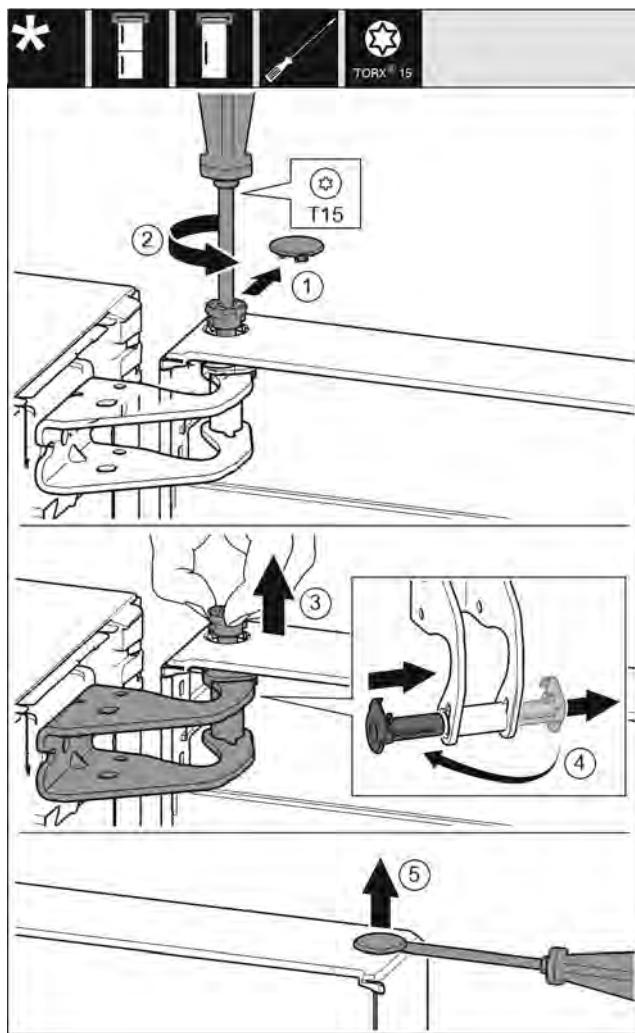

Fig. 11
- Осторожно снимите предохранительную крышку. Fig. 11 (1)
- Немного выкрутите палец отверткой T15. Fig. 11 (2)
- Удерживая дверь, извлеките палец вручную. Fig. 11 (3)
- Опорную втулку вытяните из направляющей. Установите и зафиксируйте с другой стороны. Fig. 11 (4)
- Осторожно приподнимите и извлеките при помощи шлицевой отвертки заглушку из опорной втулки двери. Fig. 11 (5)